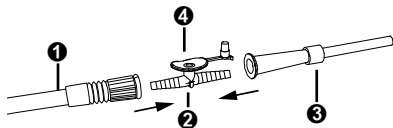

Bild 4
- Steuern Sie den Absaugvorgang mit der Nebenluftöffnung (Bild 4, ☉) am Fingertip.
- Verbinden Sie den Absaugschlauch (Bild 4, ☁) und den Absaugkatheter (Bild 4, ☉) mit Hilfe des Fingertips (Bild 4, ☈).
- Stellen Sie Ihr gewünschtes Vakuum ein, indem Sie die Nebenluftöffnung des Fingertips (Bild 4, ☈) zuhalten und das Vakuum aufbauen lassen. Dann drehen Sie den Vakuumregler (Bild 1, ☁) so weit, bis das Vakuummeter das gewünschte Vakuum anzeigt.
- Wählen Sie einen Absaugkatheter (Bild 4, ☉) in der richtigen Größe oder ein Absaugbesteck aus, das über den Fachhandel bezogen werden kann.